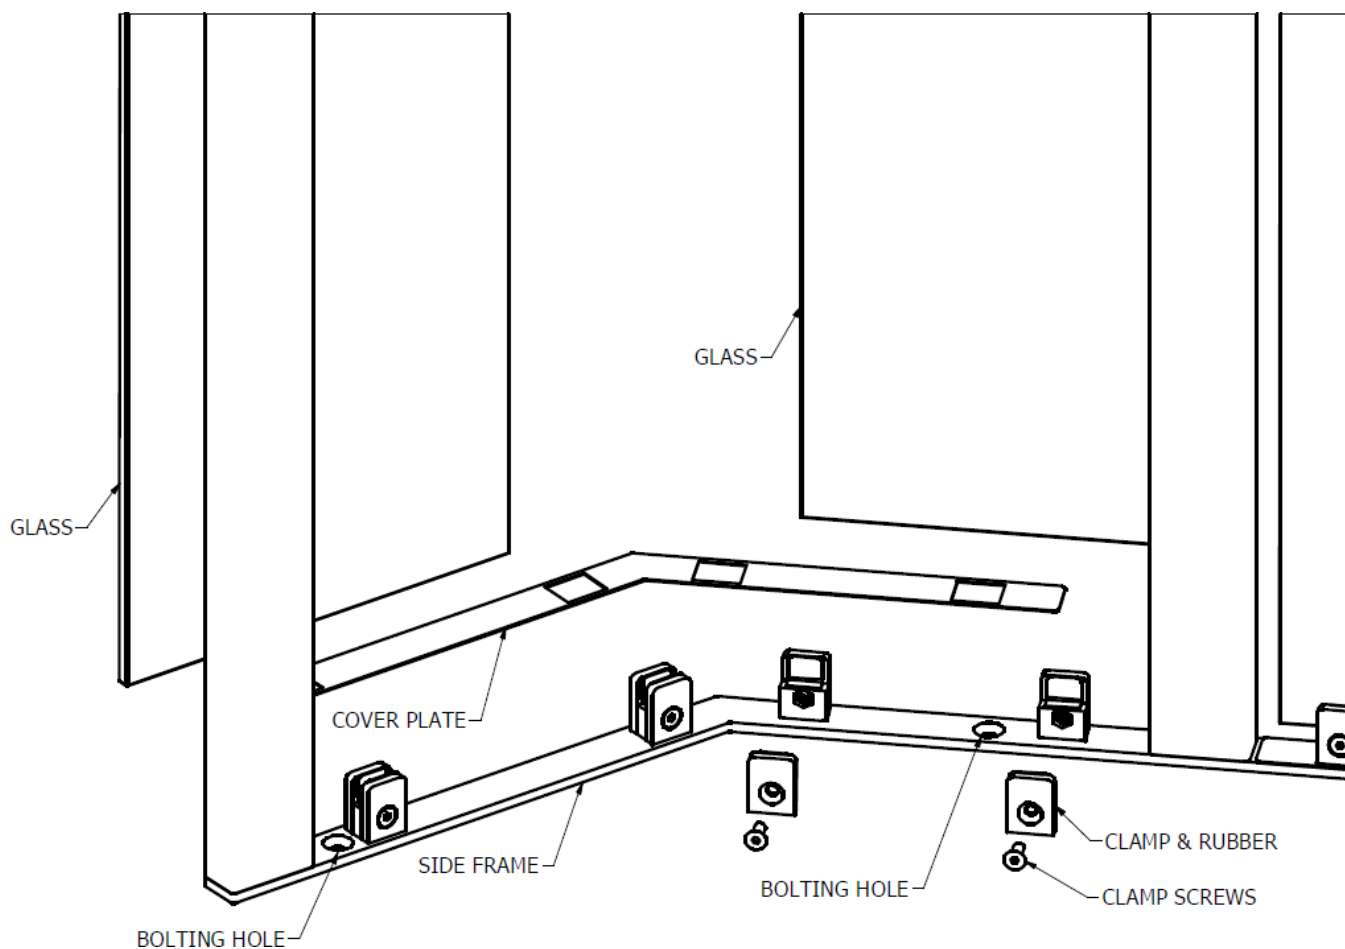

Abbildung 14: Zugriff auf die festhaltenden Bolzenlöcher
8.2.3. Um an die Löcher zu gelangen, wenn das Seitenglas bereits eingebaut ist, entfernen Sie das Glas, indem Sie die Schrauben, mit denen die Klemmen befestigt sind, von der Innenseite des Drehkreuzes lösen. Die Klemmen befinden sich an der Ober- und Unterseite des Glases. Heben Sie die Abdeckplatte ab, die die Halteschrauben verdeckt (siehe **Abbildung 14: Zugriff auf die Halteschraubenlöcher.** Setzen Sie die Ankerbolzen in die Verschraubungslöcher ein und ziehen Sie sie fest, bevor Sie die Abdeckplatte, das Glas und die Klemmen austauschen.